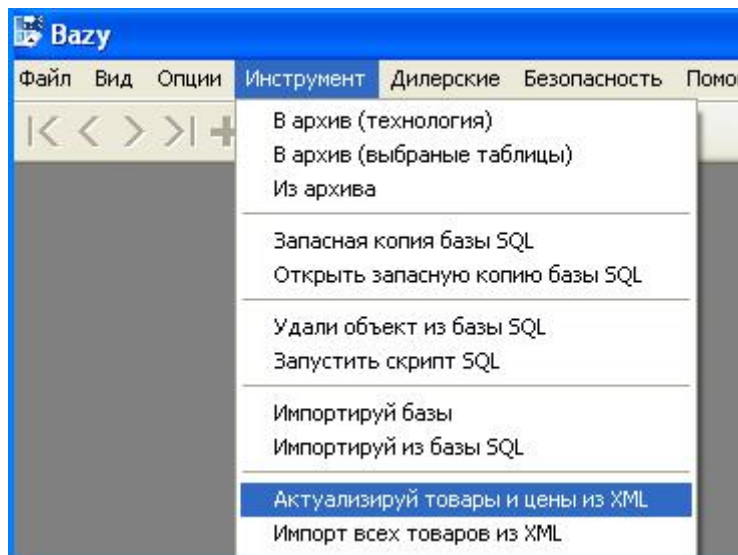

Рисунок 37. Актуализировать товары и данные из XML
- **Актуализировать товары и цены из XML** (Рис.37) – этот параметр помогает импортировать (получать внешние данные) товаров и цен на основании файла XML, полученного от поставщика. Это касается всех доступных товаров в базе (не только фурнитуры). Выделены два типа получения данных: